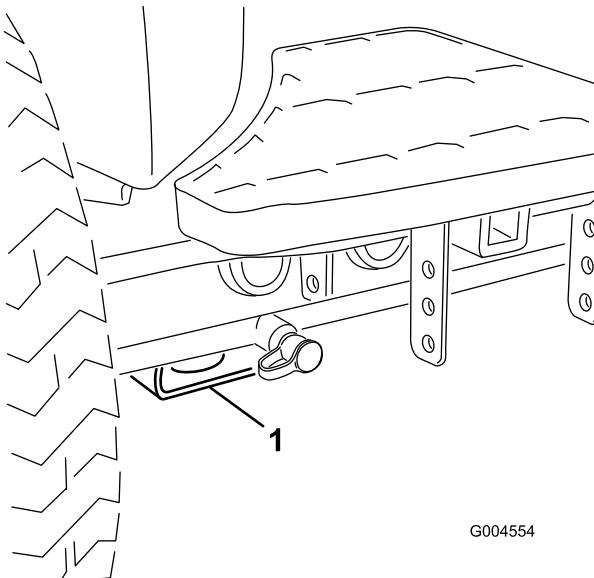

Figura 26
- **Parte delantera de la máquina** – bloque rectangular, debajo del tubo del eje, al interior de cada rueda delantera (Figura 26).